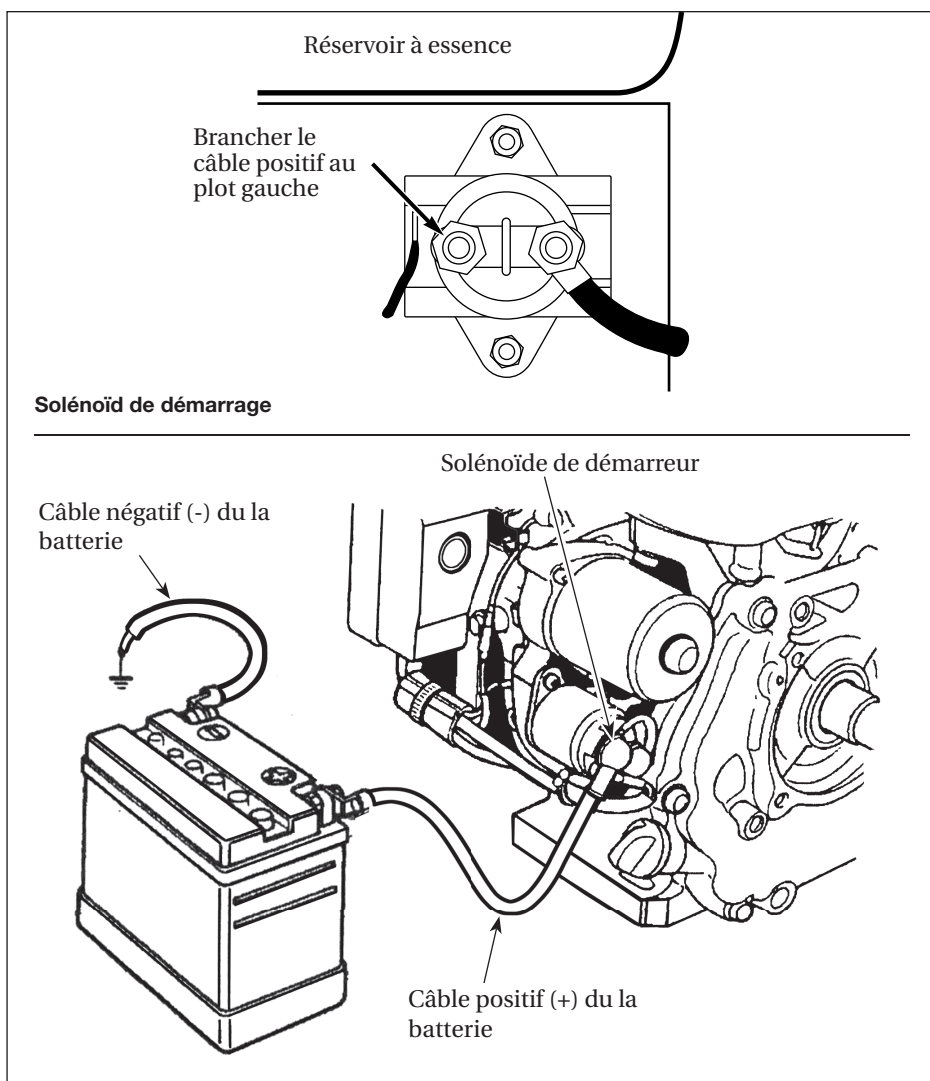

Figure 6
2. Retirez l'écrou de la borne gauche du solénoïde de démarreur. Connectez le câble positif (+) à cette borne et remettez l'écrou en place (voir Figure 6).